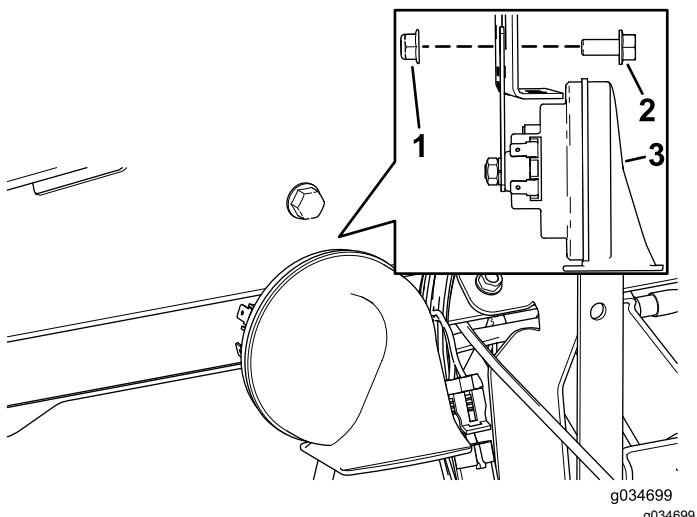

Рисунок 3
2. Установите звуковой сигнал на 48 В в сборе в отверстие кронштейна приборной панели при помощи винта с шестигранной головкой (5/16 x 3/4 дюйма) и фланцевой гайки (5/16 дюйма), как показано на Рисунок 3.
Примечание: Кронштейн звукового сигнала в сборе и фланцевая гайка (5/16 дюйма) расположены на внутренней части кронштейна приборной панели (Рисунок 3).